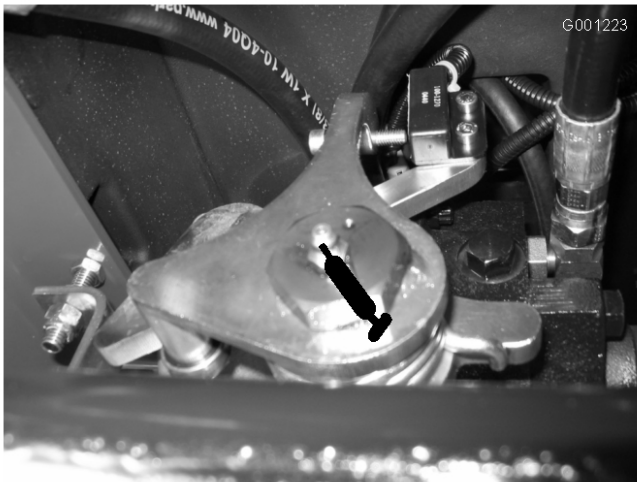

Bild 40
- Getriebeneutralwelle (Bild 40)